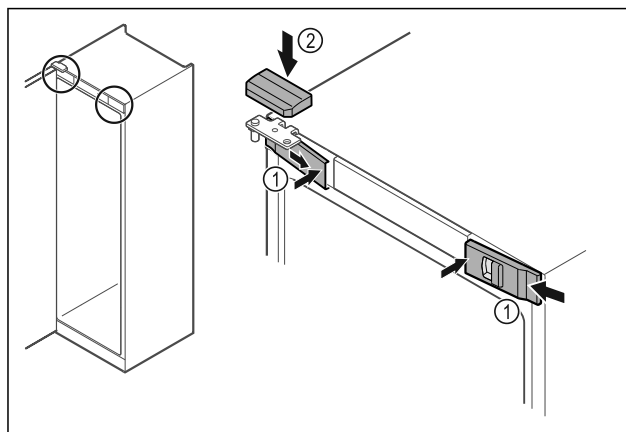

Fig. 54
- Haka fast skydden fram Fig. 54 (1) på sidan och sätt på dem på insidan.
- Sätt på det övre skyddet Fig. 54 (2) uppifrån.